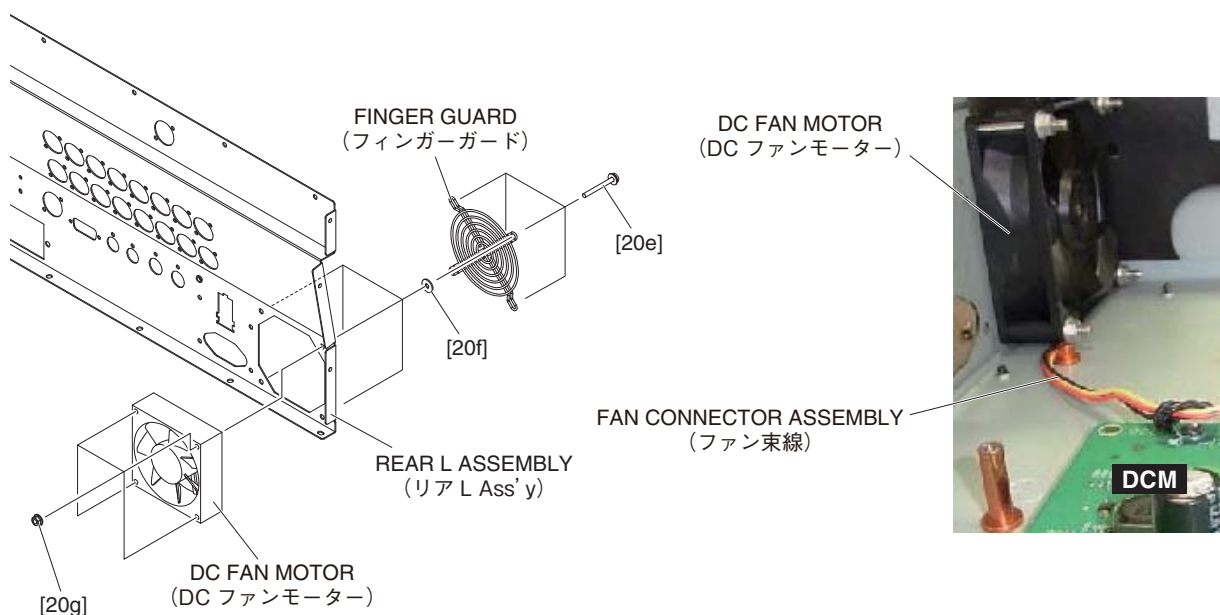

Fig. 10(図10)
- A-15-6 Remove the four (4) screws marked [20e], the four (4) plain washers marked [20f] and the four (4) hexagonal flange nuts marked [20g]. The finger guard and DC fan motor the can then be removed. (Fig. 10)
* **When installing the DC fan motor, take note of the insertion of the fan connector assembly. (Fig. 10)**
- A-15-6 [20e]のネジ4本と[20f]の平座金みがき丸4枚と[20g]のナット六角フランジ4個を外して、フィンガーガードとDCファンモーターを外します。(図10)
※ DCファンモーターを取り付ける際は、ファン束線の挟み込みに注意してください。(図10)